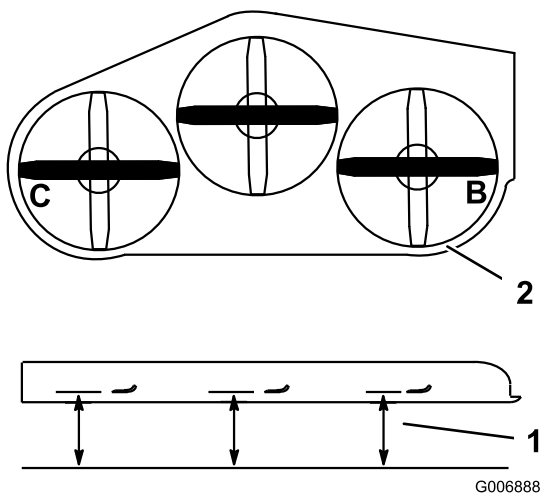

Figura 64
1. Coloque la cuchilla **derecha** en posición lateral (Figura 64).
2. Mida la cuchilla derecha en la posición **B** desde una superficie nivelada hasta el filo de corte del extremo de la cuchilla (Figura 64).
4. Coloque la cuchilla izquierda en posición lateral (Figura 64).
5. Mida la cuchilla izquierda en la posición **C** (Figura 64) desde una superficie nivelada hasta el filo de corte del extremo de la cuchilla.